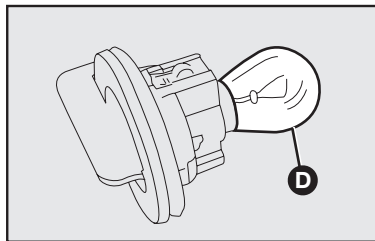

fig. 15
- 2) Quitar la lámpara E-fig. 15, empujándola un poco y girándola en sentido antihorario.